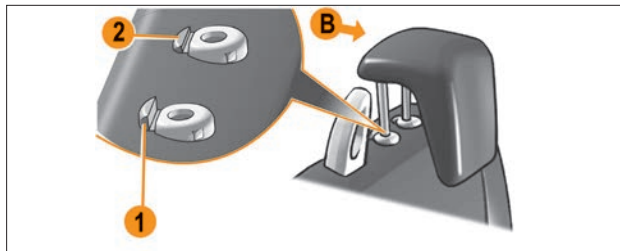

Рис. 2.2.2. Подголовники типа В сиденья второго ряда (в варианном исполнении)
- Подголовники типа **В** (рис. 2.2.2).